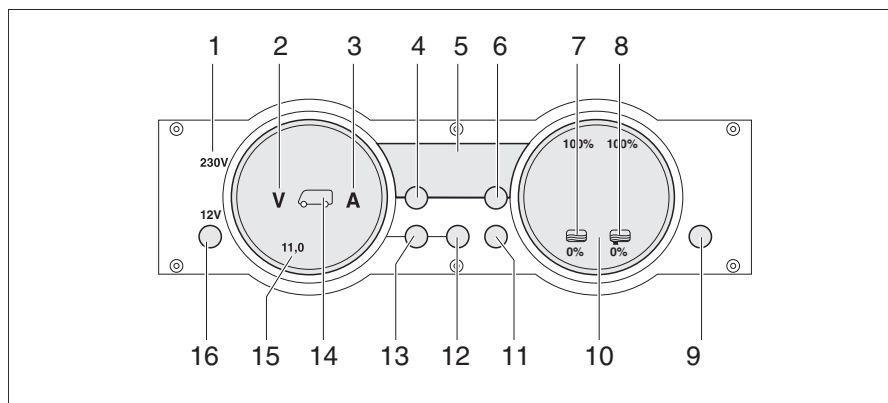

Fig. 250 Pannello di controllo MP 20-S
La spia di controllo 230 V (Fig. 250,1) si accende quando all'ingresso della centralina elettrica è presente una tensione di rete.
L'interruttore principale 12 V (Fig. 250,16) inserisce o disinserisce il pannello di controllo e l'alimentazione a 12 V dell'abitacolo.
- Premere brevemente il tasto "12 V" (Fig. 250,16). L'alimentazione a 12 V dell'abitacolo è inserita. L'indicatore di controllo "12 V" si accende.
- ▷ Se dopo l'accensione il LED "11,0" dell'indicatore dei volt e il simbolo dei Volt "V" (Fig. 250,2) lampeggiano nell'indicatore delle batterie (Fig. 250,15), la tensione della batteria dell'abitacolo è insufficiente. Caricare la batteria.
- ▷ Se dopo l'accensione l'indicatore di controllo "12 V", il simbolo della batteria dell'abitacolo (Fig. 250,14) e il simbolo dei Volt "V" (Fig. 250,2) lampeggiano per tre volte, significa che la separazione della batteria è attivata. Disattivare la separazione della batteria.
- Premere brevemente il tasto "12 V" (Fig. 250,16). L'alimentazione a 12 V dell'abitacolo è disinserita. L'indicatore di controllo "12 V" si spegne.
- Premere il tasto della batteria dell'abitacolo (Fig. 250,12) e tenerlo premuto per circa 10 secondi. Il simbolo dei Volt "V" (Fig. 250,2) e il simbolo degli Ampere "A" (Fig. 250,3) lampeggiano tre volte. La batteria dell'abitacolo è separata dalla rete di bordo a 12 V.
- Premere il tasto "12 V" (Fig. 250,16) e tenerlo premuto per 5 secondi. Il simbolo dei Volt "V" (Fig. 250,2) lampeggia tre volte. La batteria dell'abitacolo è collegata alla rete di bordo a 12 V. L'indicatore di controllo si accende dopo circa 2 secondi.
- Premere il tasto della batteria dell'abitacolo "🔋" (Fig. 250,12). Il simbolo dei Volt "V" (Fig. 250,2) si accende. Il simbolo degli Ampere "A" si accende con luce bianca o rossa a seconda del livello di carica o scarica delle batterie. La tensione della batteria e la corrente della batteria dell'abitacolo sono indicate dai LED sul pannello di controllo.
- Premere il tasto della batteria di avviamento "🔋" (Fig. 250,13). Il simbolo dei Volt "V" (Fig. 250,2) si accende. La tensione della batteria della batteria di avviamento viene indicata attraverso i LED nell'indicatore.
- Premere il tasto dei serbatoi "  " (Fig. 250,11). I simboli del serbatoio dell'acqua "  " (Fig. 250,7) e del serbatoio delle acque grigie "  " (Fig. 250,8) si accendono. I livelli di riempimento del serbatoio dell'acqua (scala a sinistra) e del serbatoio delle acque grigie (scala a destra) vengono visualizzati mediante i LED nell'indicatore.
Il simbolo Volt "V" (Fig. 250,2) e il LED "11,0" iniziano a lampeggiare non appena la tensione della batteria scende al di sotto di 11 V (misurazione durante il normale esercizio) con conseguente rischio che la batteria si scarichi totalmente.
Il simbolo del serbatoio dell'acqua  (Fig. 250,7) o il simbolo del serbatoio delle acque grigie  (Fig. 250,8) lampeggia se il serbatoio dell'acqua è vuoto o il serbatoio delle acque grigie è pieno.
Attraverso l'indicazione digitale (Fig. 250,5) è possibile visualizzare la temperatura interna e la temperatura esterna.
- Premere il tasto della temperatura interna  (Fig. 250,4). Viene indicata la temperatura interna.
- Premere il tasto della temperatura esterna  (Fig. 250,6). Viene indicata la temperatura esterna.